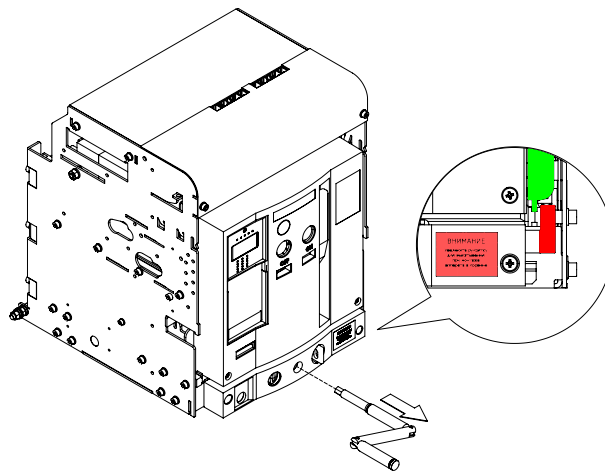

Рисунок 25 – Извлечение рукоятки для вкатывания
4.3.5 Извлечь рукоятку для выкатывания из гнезда корзины, смотри рисунок 25.